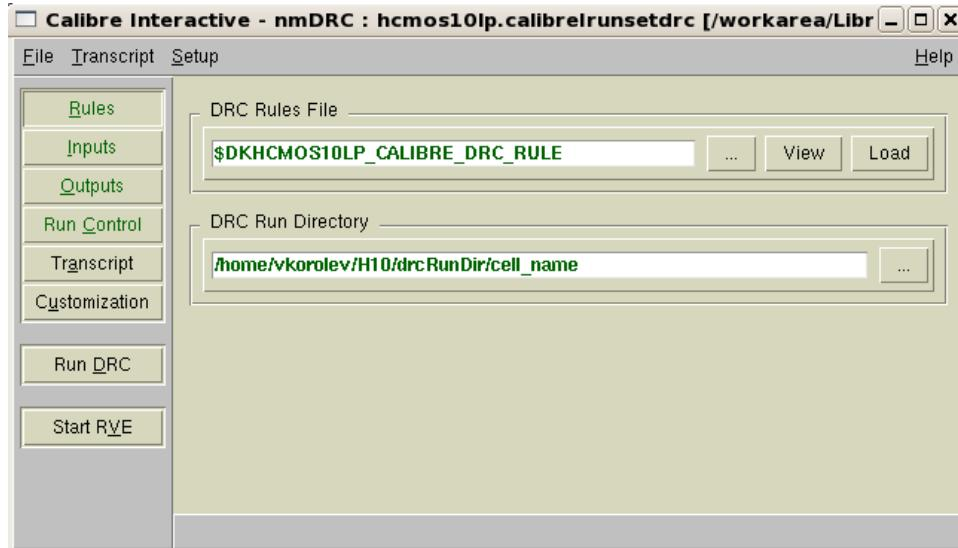

Рис. 8.6. Вкладка для указания пути к DRC-файлу и рабочему каталогу.
5. При правильной настройке КСП поле “DRC Rules File” на вкладке “Rules” в основном окне Calibre DRC заполняется автоматически и не требует вмешательства пользователя. Также пользователю предлагается указать в поле “DRC Run Directory” рабочий каталог, куда Calibre будет помещать всю создаваемую в процессе верификации информацию, либо оставить его значение, заданное по умолчанию (рис. 8.6).